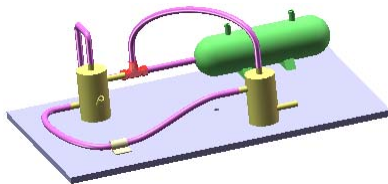

图 11.10.13 管筒线路 2 的创建
Step7. 退出编辑状态。单击  工具条中的“编辑装配体”按钮 ，完成图 11.10.13 所示的管筒线路 2 的创建。